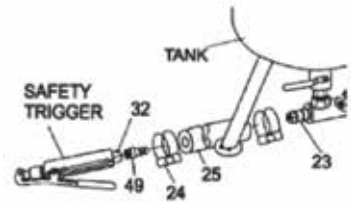

Figura 1
1. Siga el diagrama de la derecha para instalar los distintos componentes (Figura 1).
2. Deslizar las dos abrazaderas de la manguera (24) sobre cada extremo de la manguera (25) de superficie.
3. Presione un extremo de la manguera, sobre la boquilla en el tubo de salida de pasta abrasiva (23). Y el otro extremo en el adaptador de la manguera de disparo Seguridad abrasivo (49).